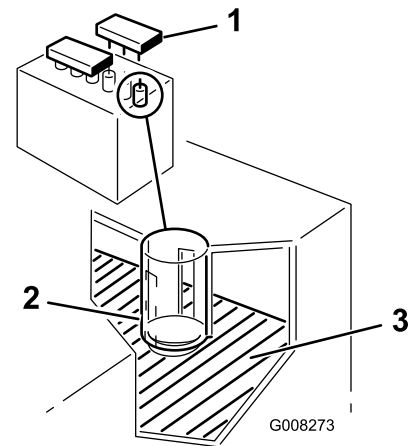

Bild 31
2. Entfernen Sie die Fülldeckel. Wenn der Füllstand die Fülllinien nicht erreicht (Bild 31), füllen Sie genug destilliertes Wasser nach; siehe Nachfüllen der Batterie“.
2. Entfernen Sie die Fülldeckel (Bild 31).
3. Gießen Sie langsam destilliertes Wasser in jede Batteriezelle, bis der Füllstand den unteren Teil des Rohrs erreicht (Bild 31).